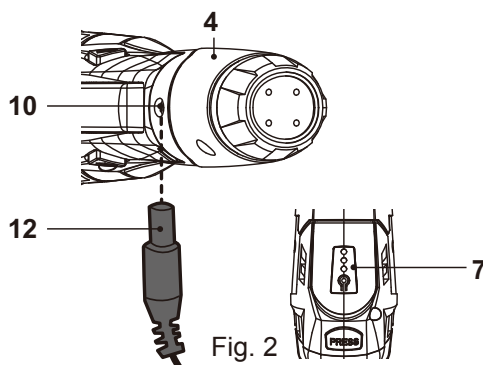

Fig. 2
- > Conecte el conector jack (12) a la toma de carga (10) situada en la empuñadura (4) (Fig. 2)
- > Conecte el cargador (11) a la fuente de alimentación.
- > El indicador luminoso (7) muestra el estado de carga.